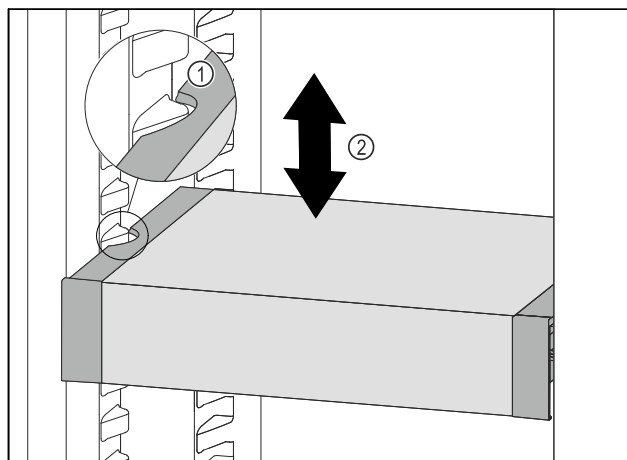

Fig. 100
- ▶ Húzza előrefelé a VarioSafe fiókot annyira, hogy a VarioSafe oldalsó kivágásai a hűtőrészben a tartóborda magasságában legyenek. Fig. 100 (1)
- ▶ A hűtőrészben a VarioSafe fiókot mozgassa felfelé vagy lefelé a kívánt magasság eléréséig. Fig. 100 (2)